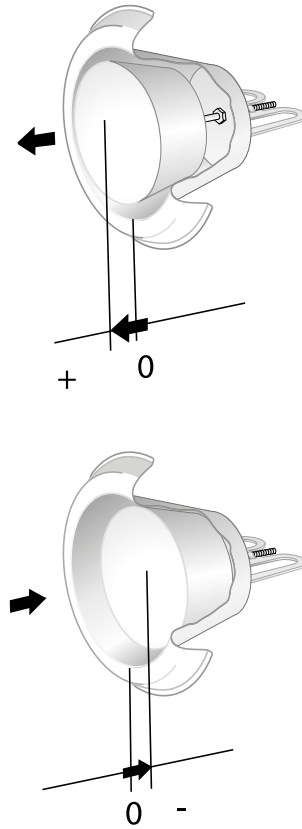

Figure 2. Mise en service.
L'équilibrage du diffuseur se fait par mesure de la pression ou du débit d'air. La pression se mesure à l'aide d'un « crochet dynamométrique », et le débit d'air à l'aide d'un débitmètre. Voir Figure 2.
- Le niveau sonore en dB(A) s'applique à des locaux ayant une surface d'absorption acoustique équivalente de 10 m2.
- La valeur de correction de la bande d'octave  $K_{OK}$  indique le point zéro du cône selon la figure 2.